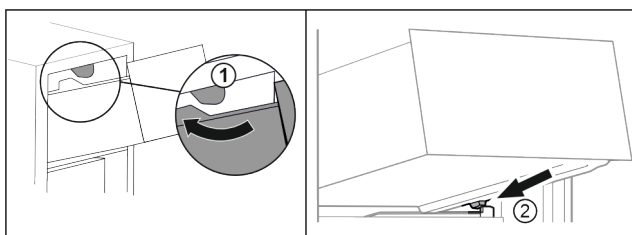

Fig. 77
- Far passare il cassetto sui fermi superiori. Fig. 77 (1)
- Applicare il cassetto inclinandolo dietro i fermi inferiori sulla nervatura del contenitore. Fig. 77 (2)